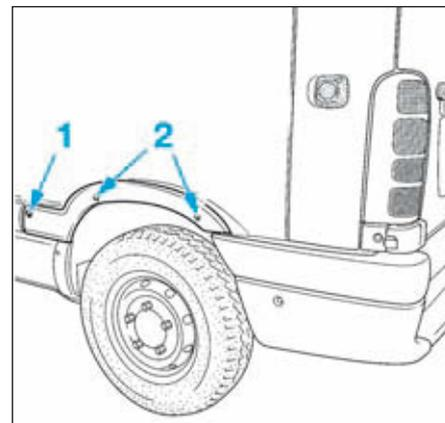

FIG.137
- Déposer la vis (1) (Fig.137) et les écrous (2).